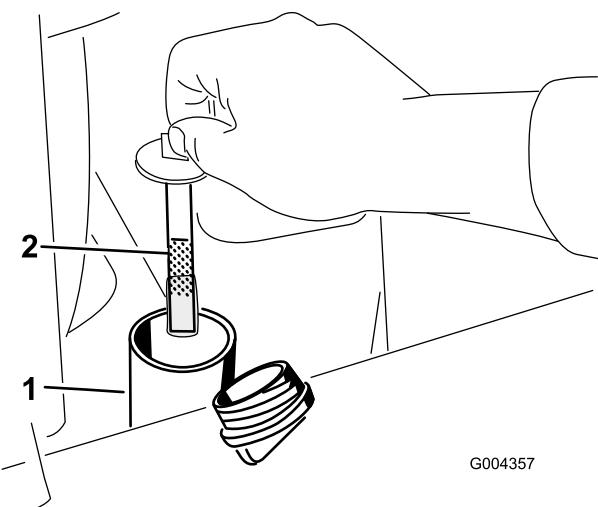

Figura 18
- Togliete il tappo dal collo del bocchettone e controllate il livello del fluido sull'asta di livello (Figura 18).